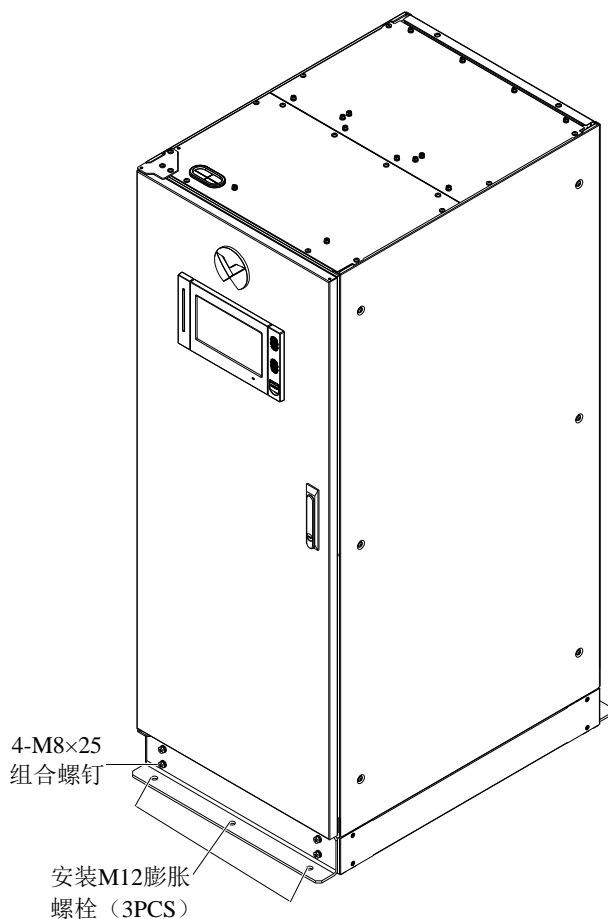

图8-6 地震选件安装示意图（正面安装）
3. 用 4 个 M8×25 组合螺钉将地震选件安装在机柜正面底部的相应安装孔中，然后用 3 个 M12 膨胀螺栓将地震选件固定在地板上，如图 8-6 所示。